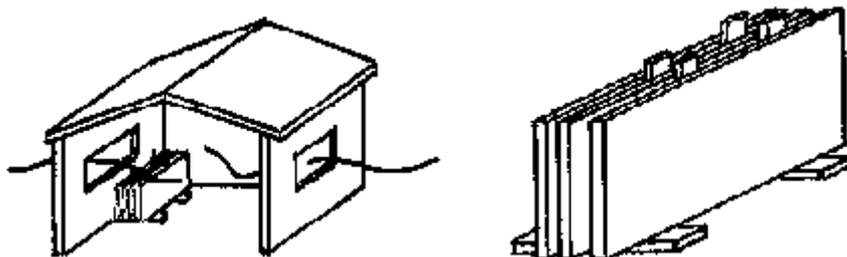
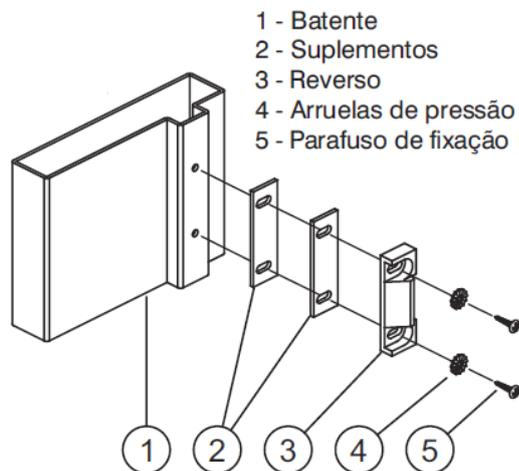

Figura 9 – Armazenamento correto na obra.
Figura 17 – Despedaçamento e localização do reverso.
**3.4** Armazene em local seco, coberto e ventilado, sobre um estrado de madeira nivelado. As portas deverão estar apoiadas sobre o lado de maior comprimento (figura 9).
**9.3.1** Colocar o reverso do marco de modo que o seu centro coincida com o centro da maçaneta. O reverso possui dois lados do apoio (B e C ver figura 17), utilize aquele que melhor se adaptar ao batente. Caso ser necessário, utilizar os suplementos proporcionados. O reverso possui duas corredeiras para o ajuste com a maçaneta. Ver figura 9, detalhe A.